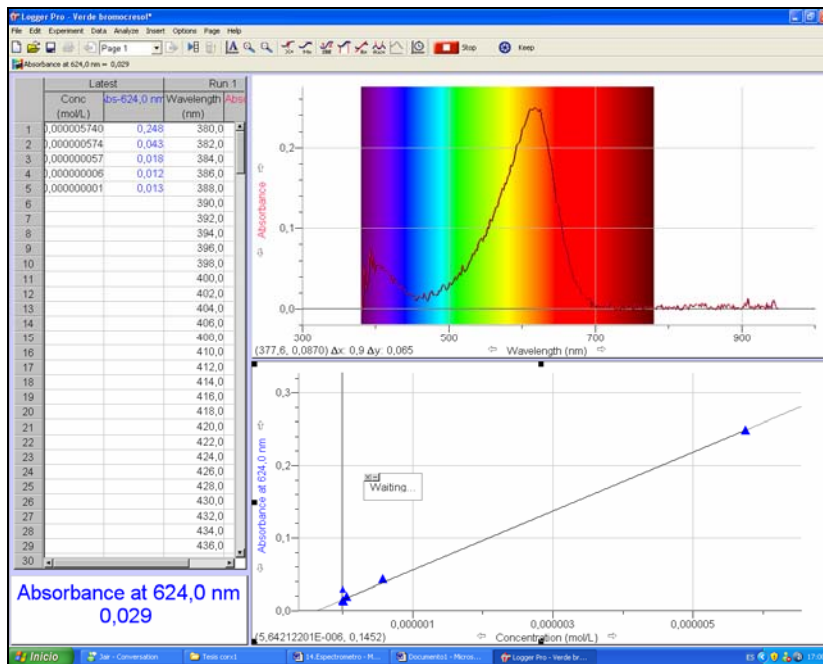

Figura 8.ESP. Imagen que muestra como se linearizan los puntos de la curva de calibración.
- Haga clic en linearizar (es un recuadro que tiene una curva, una línea atravesada y una $R=$), para ver la función para las soluciones estándar (Figura 8.ESP).